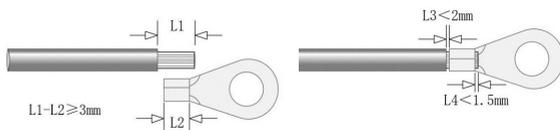

Fig. 4
ÉTAPE 3. CÂBLAGE. Comme le montre la fig. 4, dénudez l'isolant de chaque fil du câble d'alimentation avec une pince à dénuder, puis insérez le conducteur en cuivre dans la zone de sertissage de la serre-fils et sertissez-le avec une pince à sertir.